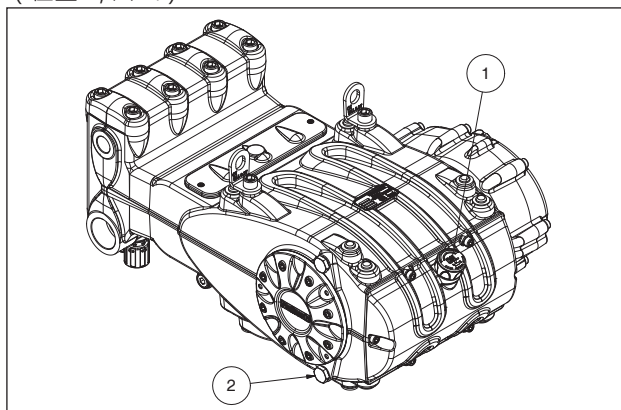

图 1
排油时必须拆除注油塞（位置①，图1），接着拆除排油塞（位置②，图1）。